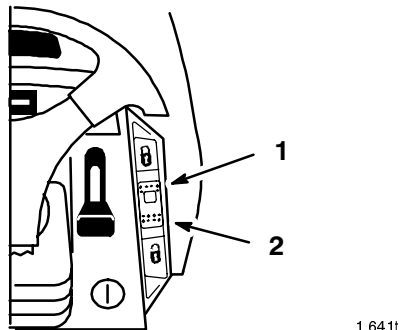

Figure 15
Un commutateur à 3 positions : Verrouillé-Prêt (rappelé par ressort), Activé et Déverrouillé-Désactivé, sur le tableau de bord (Fig. 15) commande l'engagement. Le régulateur de vitesse maintient la position de commande de déplacement sans l'aide de la pédale. Il n'est destiné qu'à la conduite en marche avant. N'utilisez pas le régulateur de vitesse en marche arrière.
1. Commencez à conduire le tracteur (voir Marche avant ou arrière, page 18). Appuyez sur la pédale de déplacement sans la relâcher et poussez la commande du régulateur de vitesse (Fig. 15) en position Verrouillé-Prêt.
1. Appuyez sur la pédale de déplacement sans la relâcher et poussez la commande du régulateur de vitesse (Fig. 15) en position Déverrouillé-Désactivé.